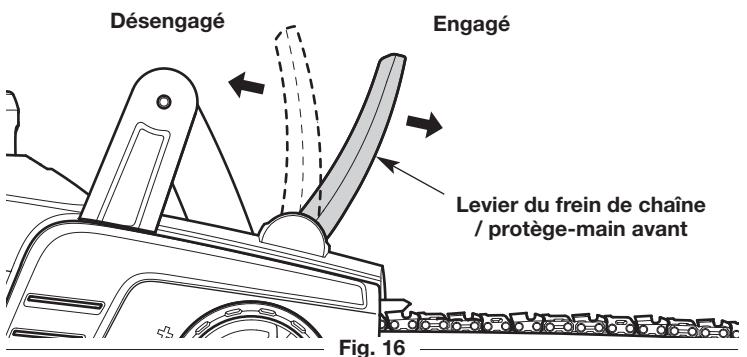

Fig. 16
- Assurez-vous que le levier de frein du protège-main avant/levier du frein à chaîne est en position désengagée (Fig. 16).
- Pendant que l'appareil fonctionne, engagez le frein à chaîne en poussant le protège-main avant/levier du frein à chaîne avec la main gauche (Fig. 16). La chaîne doit s'immobiliser brusquement. Si ce n'est pas le cas, faites réparer l'unité par un centre de service agréé.